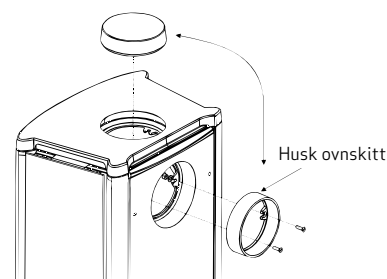
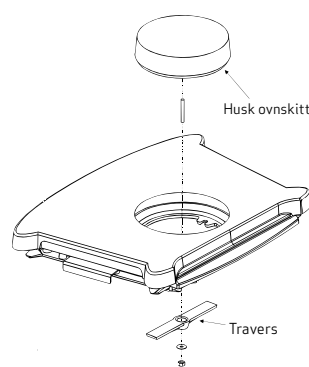
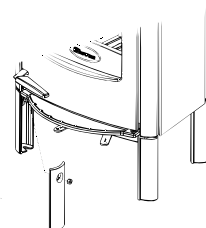
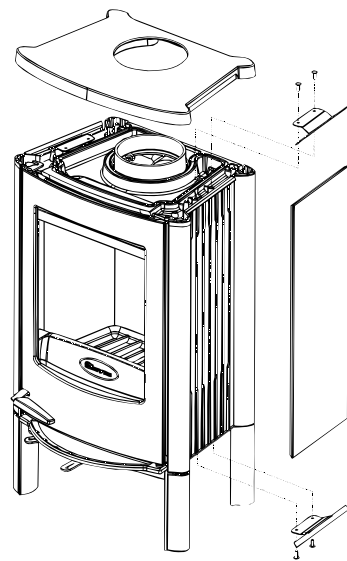

Fig. 2 Montering av blindlokk (alle modeller)
Fig. 3 Montering av røykstuss (alle modeller)
Fig. 4 Montering av bendecksel (modell L og standard)
Fig. 11 Montering av kleberstein og sideplater av stål (alle modeller)
2. Monter røyktut og blindlokk. Røykuttaket kan plasseres bak eller på toppen og festes med skruer, skiver og muttere som vist på fig. 2 og 3. Blindlokket festes med travers (den flate siden skal vende mot blindlokket). **NB! Strammes skruen for blindlokket for hardt til, kan travers knekke.** Se fig. 3. Monter bendecksel, se fig. 4. Montering av sideplater (tilleggsutstyr), se fig. 11.